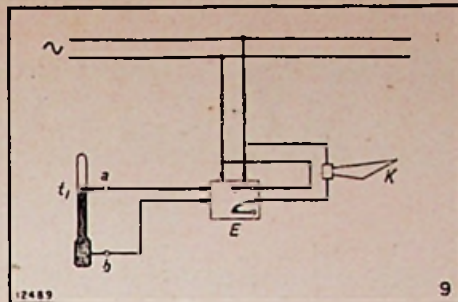

Fig. 9. — Signaleren van een maximum toelaatbare temperatuur.
I. — Signaleren bij het optreden van een maximum toelaatbare temperatuur d.m.v. een contactthermometer C en een electronisch relais E (fig. 9).